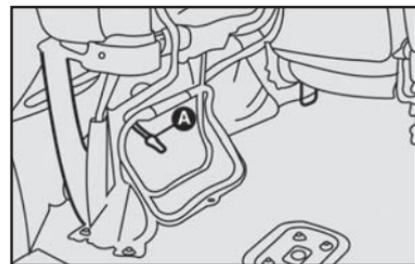

fig. 110
- 1) Empurrar para baixo a alavanca **A-fig. 110** e voltar o banco para a posição de uso.